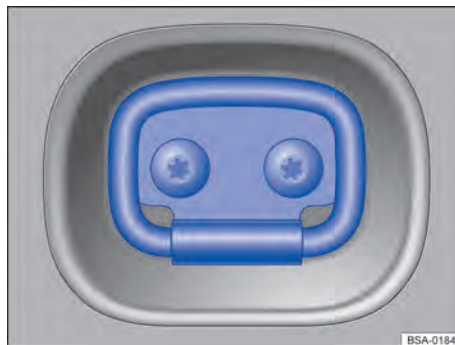

Fig. 160 Dans le compartiment de charge : œillets d'arrimage
Le compartiment de charge est équipé d'œillets d'arrimage → fig. 160 destinés à fixer à l'aide de cordes d'arrimage et de sangles de fixation ou de maintien des objets ainsi que tout chargement.
1. Relevez les œillets d'arrimage → fig. 160.